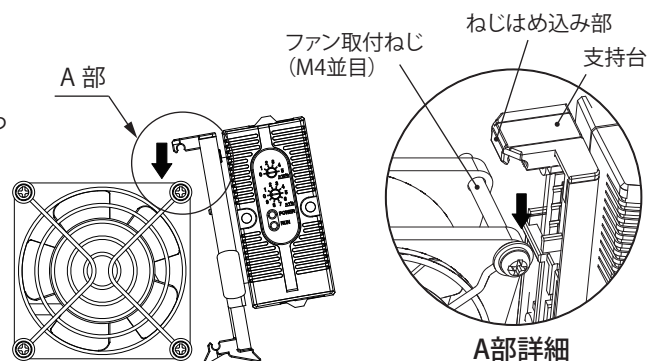

図2
2. スライドを取り付けるファンのサイズよりも長くなるように引っ張ってください。(図 2)
3. 支持台のねじはめ込み部を、ファン取付ねじにカチッと音がするまではめ込んでください。(図 2)